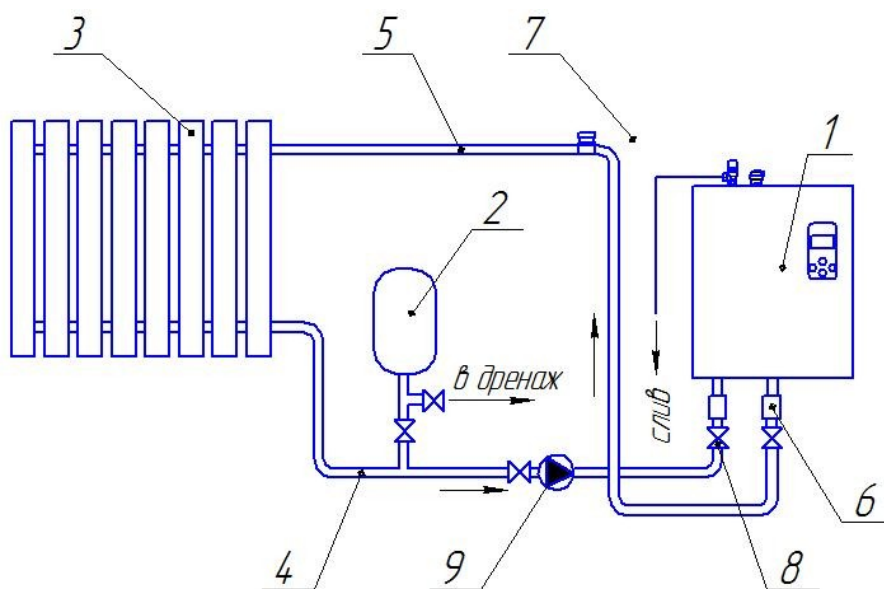

Рис.6 Упрощенная схема использования ЭВН-К в системе отопления (Вариант 2)
7.3. Система отопления (рис.6) закрытого типа, имеет расширительным бак с резиновой мембраной 2. Для такой системы необходимо учесть: